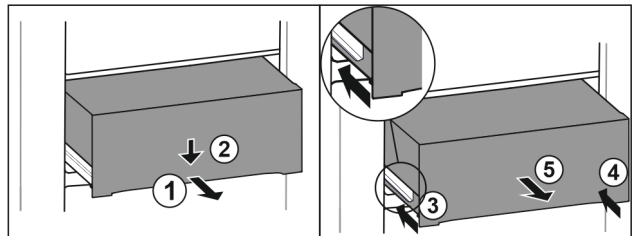

Fig. 112
- ▶ Изтеглете чекмеджето наполовина. Fig. 112 (1)
- ▶ Натиснете надолу чекмеджето от предната страна. Fig. 112 (2)
- ▶ Вкарайте лявата релса приблизително 2 см навътре. Fig. 112 (3)
- ▶ Вкарайте дясната релса приблизително 2 см навътре. Fig. 112 (4)
- ▶ Извадете чекмеджето напред. Fig. 112 (5)